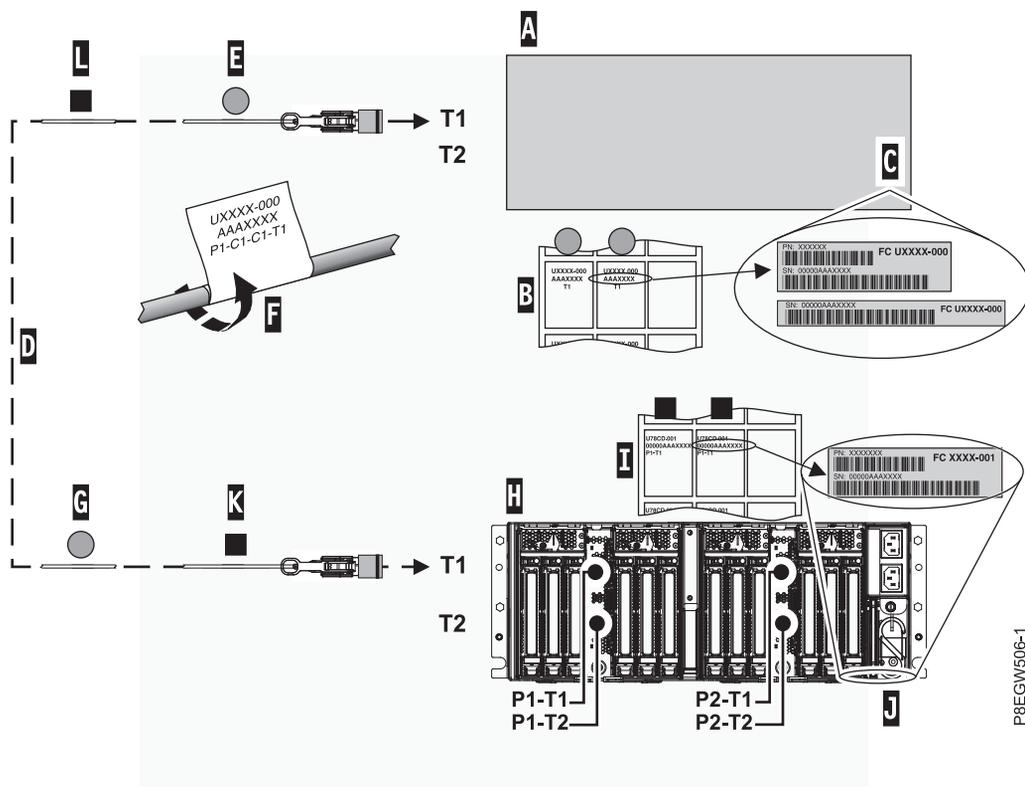

Figura 14. Etiquetado de un cable del cajón de expansión
**Nota:** Mientras realiza estos pasos, consulte la Figura 14 en la página 17 como referencia.
- g. Conecte la etiqueta Cx-T1 situada en el extremo de más a la izquierda del conector del cable **(E)**. Consulte Figura 14 en la página 17. Recorte la etiqueta con el extremo en blanco de forma que la información de ubicación **(F)** esté visible.
- h. Tome la segunda etiqueta Cx-T1 de la hoja de etiquetas del sistema host **(B)** y póngala en el extremo opuesto del cable que se conecta al cajón de expansión PCIe3. Asegúrese de que la etiqueta se coloque a más de 100 mm (4 pulgadas) del extremos del cable **(G)**. Consulte Figura 14 en la página 17.
**Nota:** Mientras realiza estos pasos, consulte la Figura 14 como referencia.
- Localice el cajón de expansión PCIe3 (H) que está conectando al sistema host.
- Localice la hoja de etiquetas de números de serie del cajón de expansión PCIe3 (I).
- Compare el número de serie del cajón de expansión PCIe3 (J) con el número de serie que aparece en la hoja de etiquetas del cajón de expansión PCIe3 (I).
- Pegue la etiqueta P1-T1 situada en el extremo de más a la izquierda del conector del cable (K). Consulte Figura 14. Recorte la etiqueta con el extremo en blanco de forma que la información de ubicación (F) esté visible.
- Tome la segunda etiqueta P1-T1 de la hoja de etiquetas del cajón de expansión y colóquela en el extremo opuesto del cable a más de 100 mm (4 pulgadas) del extremo del cable (L). Consulte Figura 14.
- Localice el extremo del conector del cable con la etiqueta P1-T1 del sistema host (E) y colóquelo cerca del puerto T1 en el adaptador de cable PCIe3.